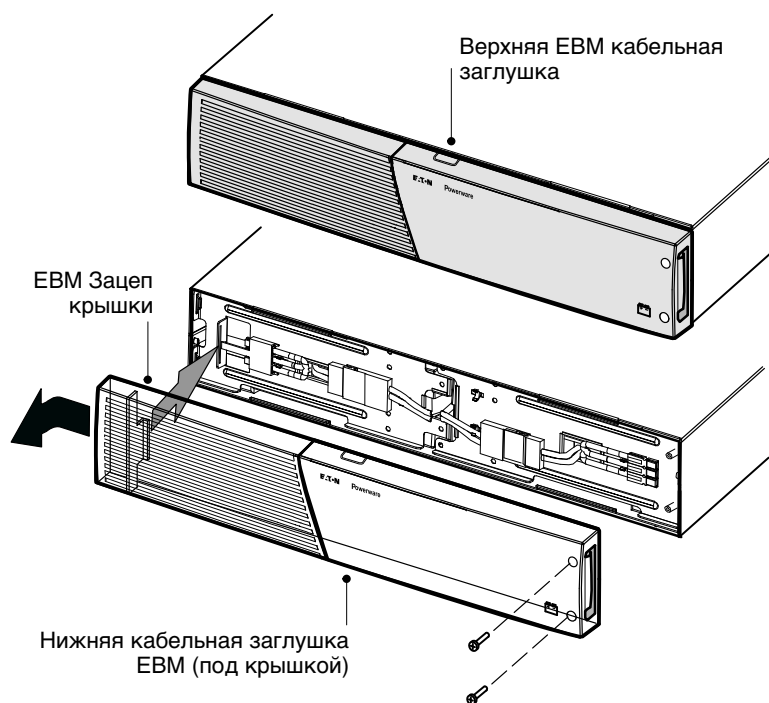

Рисунок 27. Снятие передней EBM крышки
1. Снимите переднюю крышку каждого EBM (см. Рисунок 27).
5. Снимите переднюю крышку каждого нового ЕВМ (см. Рисунок 27).
6. Для нижней части (или только) ЕВМ снимите кабельную заглушку ЕВМ в верхней части крышки. Расположение верхней кабельной заглушки Рисунок 27 см. на ЕВМ.
7. Если вы устанавливаете несколько новых ЕВМ, для каждого дополнительного ЕВМ снимите кабельную заглушку ЕВМ в верхней и нижней части передней крышки ЕВМ. Расположение кабельных заглушек Рисунок 27 см. ЕВМ на.
Перед установкой крышки на место убедитесь, что кабели ЕВМ проложены через заглушки в крышке ЕВМ, затем подвиньте крышку слева направо до соединения с зацепом для крышки в левой части шкафа ЕВМ. Вверните на место два винта с правой стороны передней крышки. Для справки см. Рисунок 27 на странице 51.